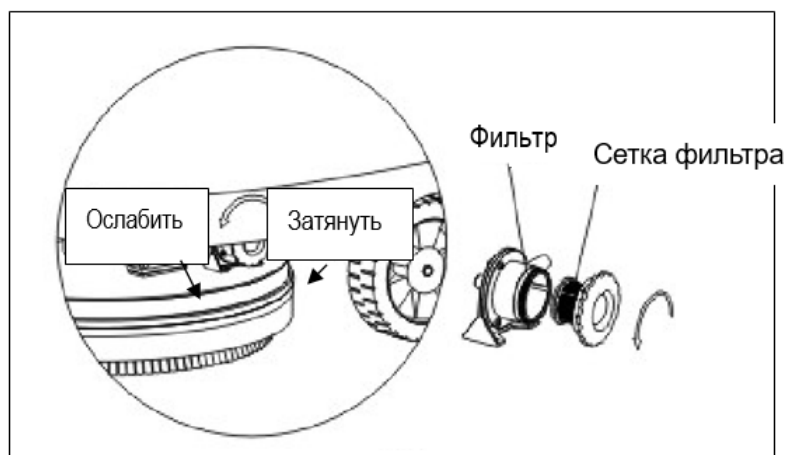

Рисунок 13
- ① Протрите поверхность машины влажной и сухой тканью, откройте крышку бака для воды, чтобы убедиться в отсутствии повреждений уплотнений внутри.
- ② Слейте грязную воду из бака, затем промойте его внутри чистой водой.
- ③ Поднимите щеточный узел и водосборный скребок. Поставьте машину в сухое, ровное место, вдали от горючих газов, жидкостей, химикатов и огня. Просто оставьте ее или зарядите, если необходимо.
- ④ Если машина не используется в течение длительного времени, то отсоедините, очистите баки, затем откройте крышку бака и положите на нее ткань для защиты от пыли.
16. Следите за чистотой бака для чистой воды. Если внутрь его попадет грязь, то это приведет к засорению труб. Также очищайте фильтр, чтобы обеспечить прокачку воды во время работы (см. рисунок 13).